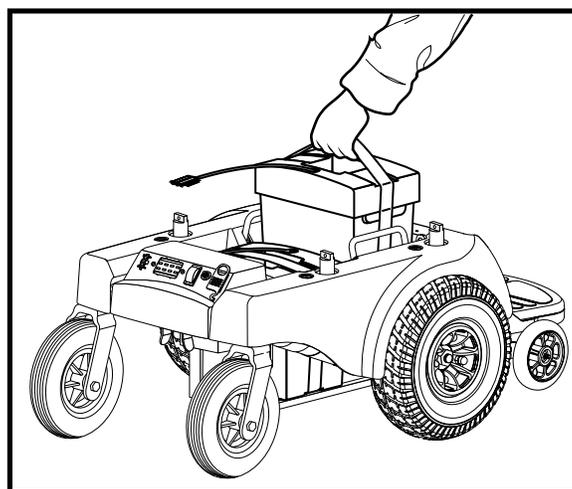

Figure 16. Enlèvement des boîtiers à batteries
6. Soulevez et retirez les deux boîtiers à batteries. Voir la figure 16.